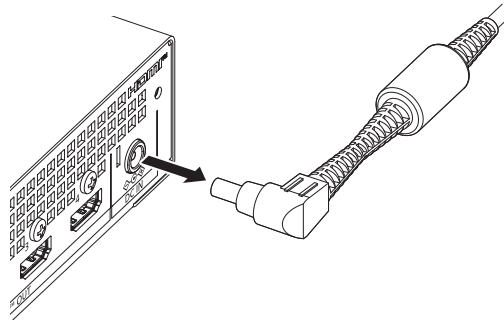

Fig. 2
- 2) **Retire a ficha (Fig. 2).**